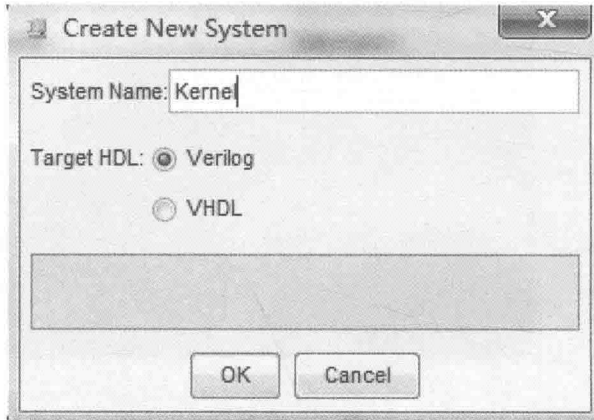

图 1-5 Create New System 对话框
(6) 点击 Tools 菜单中的 SOPC Builder, 启动 SOPC Builder 工具, SOPC Builder 启动时显示 Create New System 对话框, 见图 1-5。在对话框中的 System Name 中键入 Kernel, 并在 Target HDL 中选择 Verilog, 然后点击 OK, 创建一个名为 Kernel 的 NIOS II 软核。如图 1-5 所示。